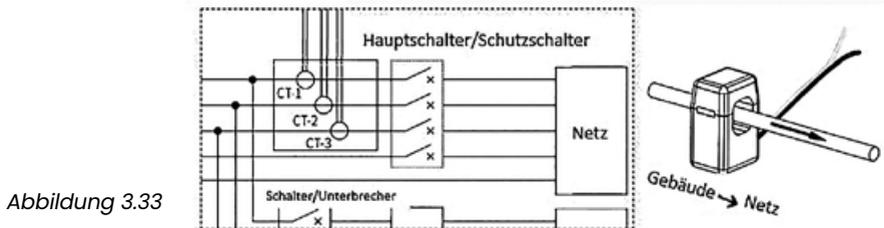

Abbildung 3.33
1. Der Stromwandler wird in der Regel in den Stromleitungen zwischen den Gebäudelasten und dem Stromnetz installiert, wie in Abbildung 3.33 dargestellt. Das Messgerät kann im Wechselstromverteilerkasten installiert werden. Es muss für Kinder unzugänglich sein. Ein Kabel mit einer Länge von 2 m ist integriert.